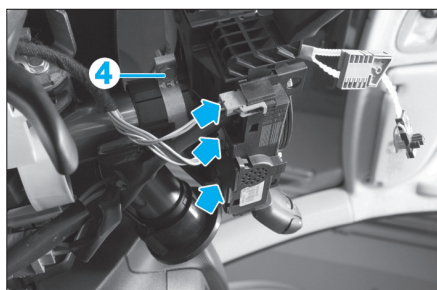

Fig. 4
- Débrancher les connecteurs (flèches) (Fig.4).
- Desserrer la vis (4) (au maximum).